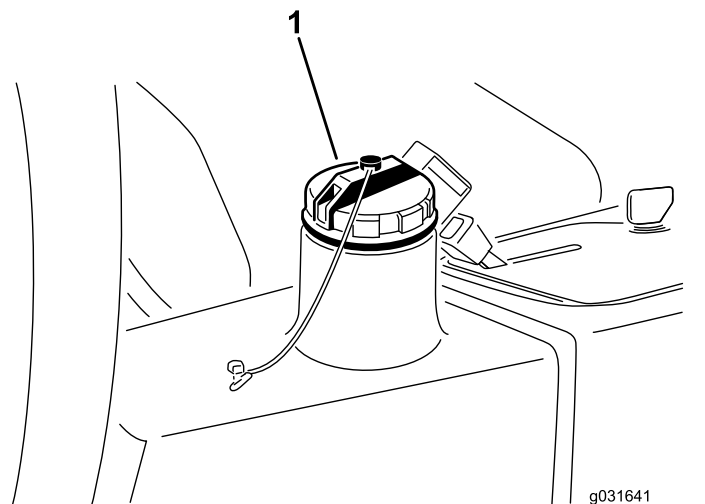

**Bild 64**
2. Klemmen Sie die Hydraulikölleitung ab oder entfernen den Hydraulikölfilter und lassen das Hydrauliköl in ein Auffanggefäß ablaufen (Bild 66 und Bild 64).
3. Montieren Sie die Hydraulikölleitung, wenn kein Öl mehr ausströmt (Bild 64).